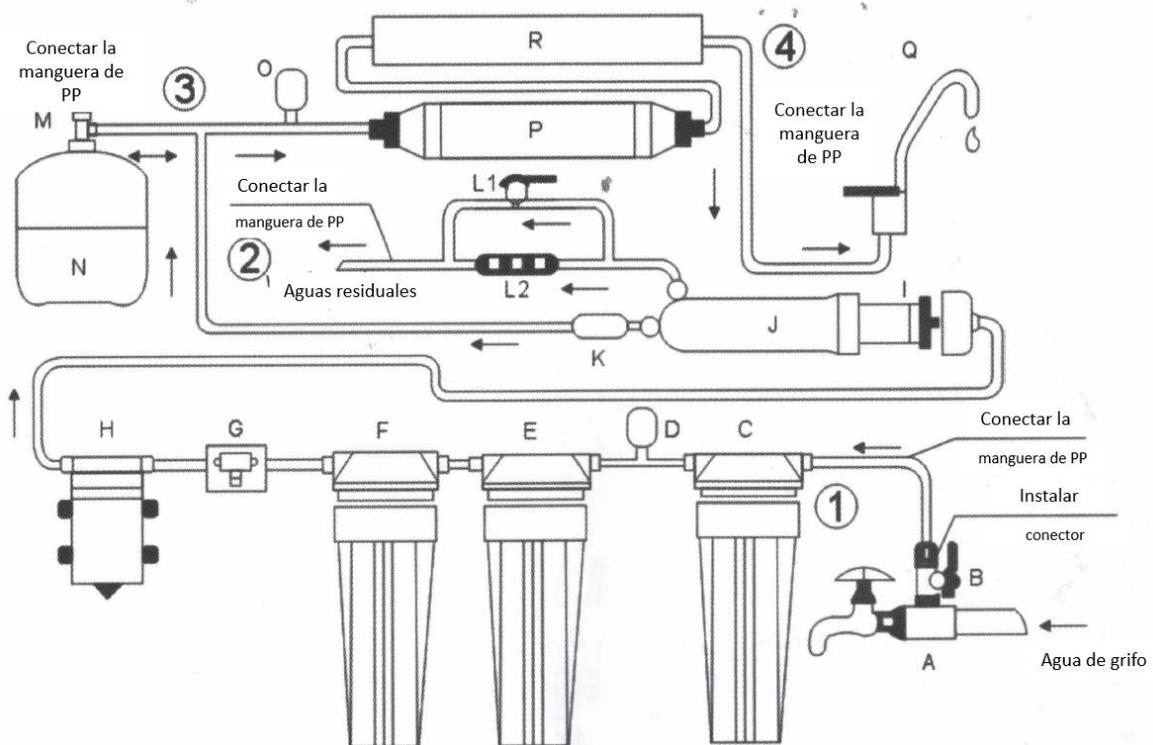

Imagen 1
conecte el grifo de agua del grifo con el conector de agua de alimentación de tres vías (imagen 1 ,7 y 8). Si usa una válvula de reducción, debe conectar la válvula de reducción (imagen 9).
4.4 Para instalar la manguera de plástico en las siguientes posiciones según el proceso tecnológico. Hay marcas numeradas 1, 2, 3, 4 en la tabla de diseño y componentes del sistema de ósmosis inversa (imagen 1). También puede encontrar estas marcas en la máquina RO.